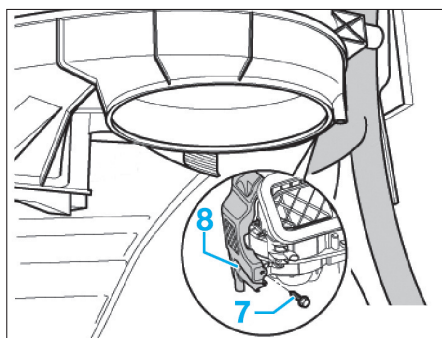

Fig. 16
- Débrancher le connecteur (6).
- Tirer avec précaution le boîtier de chauffage sur le côté droit quelque peu vers l'arrière, jusqu'à ce que la vis (7) du support (8) puisse être desserrée (Fig.16).